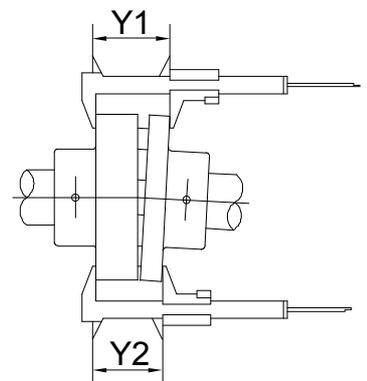

Fig. 22
- 10 - Controllare l'allineamento angolare con un calibro a corsoio misurando in vari punti la dimensione esterna del giunto (vedere la fig. 22).